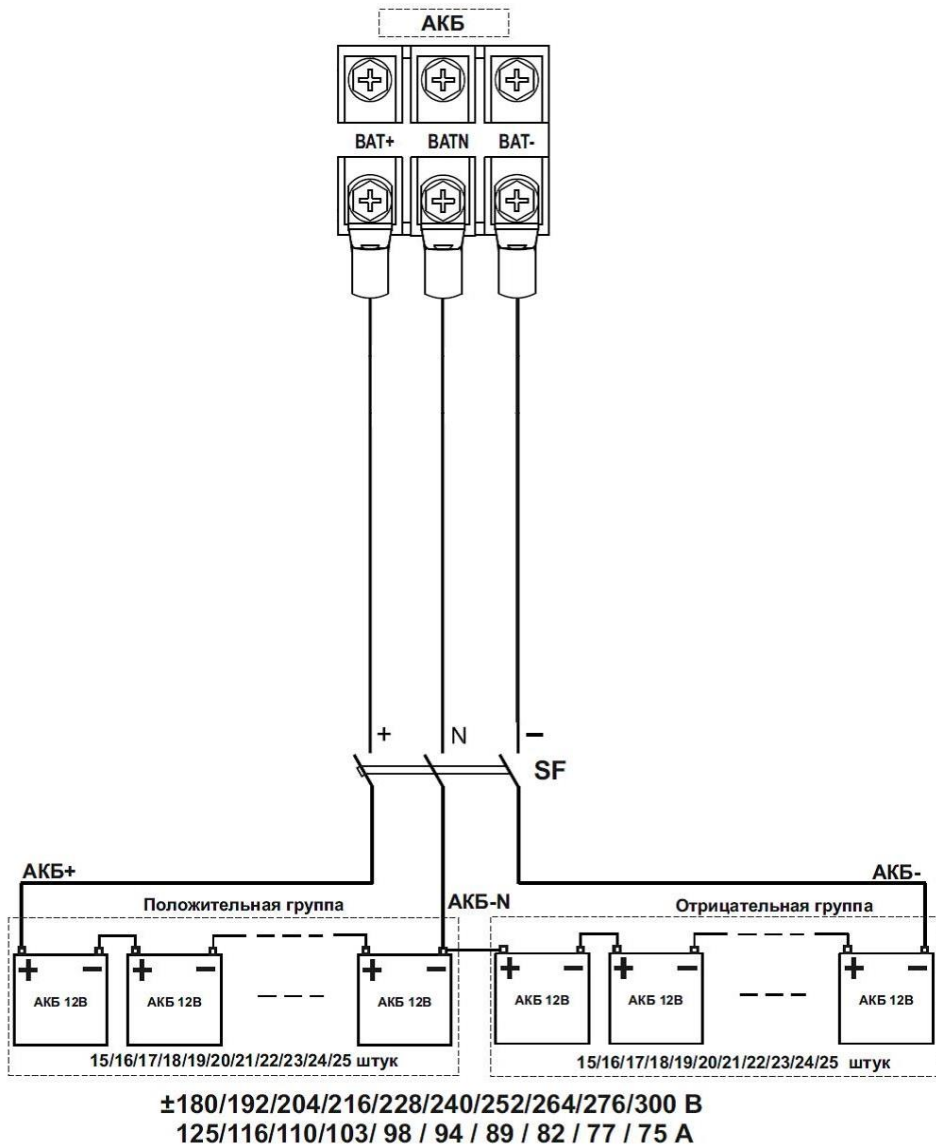

Рисунок 4 — Схема монтажа АКБ
Между АКБ и изделием должен быть подключен автоматический выключатель постоянного тока (SF, на номинальный ток 630 А, см. рисунок 4).
Между АКБ и изделием должен быть подключен DC — совместимый термоманитный трехполюсный защитный автоматический выключатель SF, (или другое устройство защиты, например, группа предохранителей с трехполюсным выключателем), расположенный как можно ближе к АКБ, см. рисунок 4.
- номинальное напряжение выключателя должно быть не менее рабочего напряжения положительной/отрицательной группы АКБ (см. рисунок 4);
Затем выполнить, с соблюдением полярности, последовательное соединение аккумуляторных батарей 12 В, в соответствии с двуполярной схемой (см. рисунок 4) при помощи перемычек АКБ (перемычки АКБ в комплект поставки НЕ входят). При монтаже, на перемычки АКБ следует надеть пыльники для изоляции клемм (входят в комплект поставки). После монтажа рекомендуется проверить качество изоляции клемм АКБ.